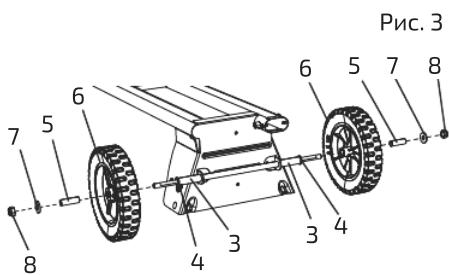

Рис. 3
4. Вставить по одной короткой муфте (5) в каждое колесико (6) (рис. 3). Прикрепить колесики (6) к оси колесиков (1).
5. Установить шайбы (7) и контргайки (8) на оба конца оси колесиков (1) и затянуть колесики, используя два ключа 17 мм (см. рис. 3).